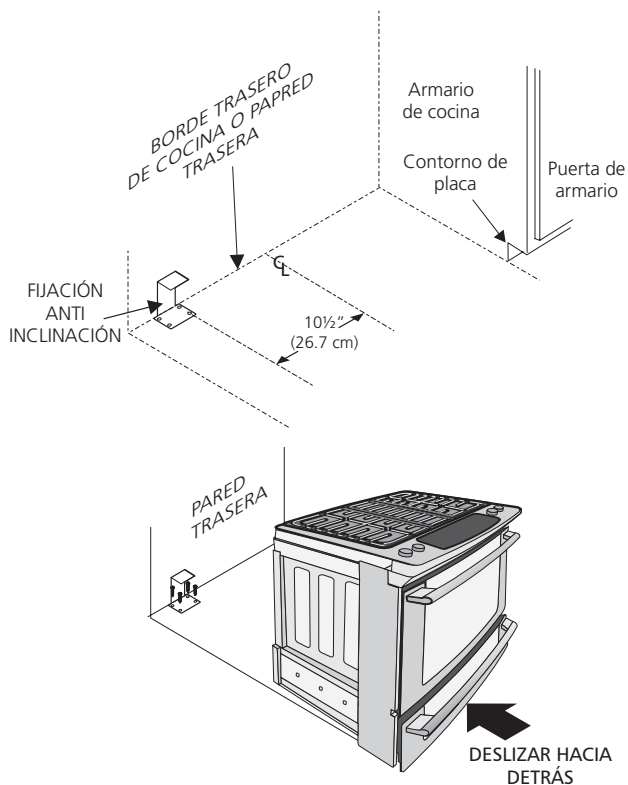

Figura 14
2. Desplegar el molde de papel y colocarlo alisado sobre el piso con el vértice posterior derecho posicionado exactamente en la intersección de las líneas central y posterior dibujadas anteriormente. (Si no se dispone de un molde, usar el diagrama incluido a continuación para ubicar las ménsulas (Figura 14)).